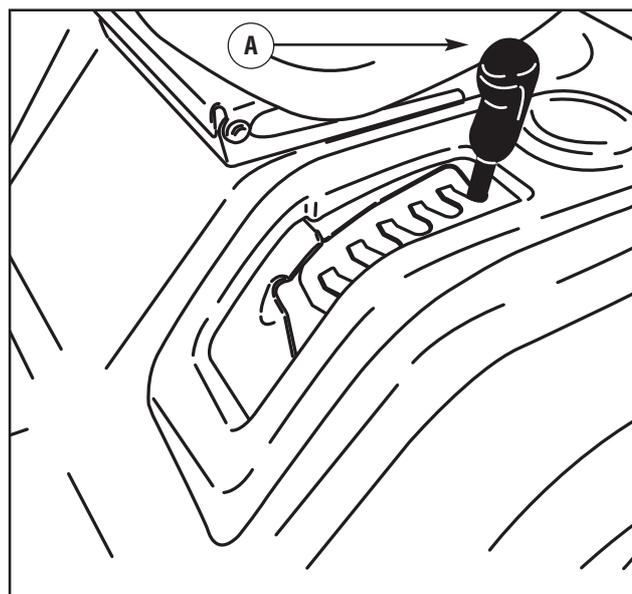

Figura 15: Controllo sollevamento
1. Spostare la **leva di sollevamento della base** in avanti per abbassare l'alloggiamento della falciatrice e indietro per sollevare la base della falciatrice (figura 15).